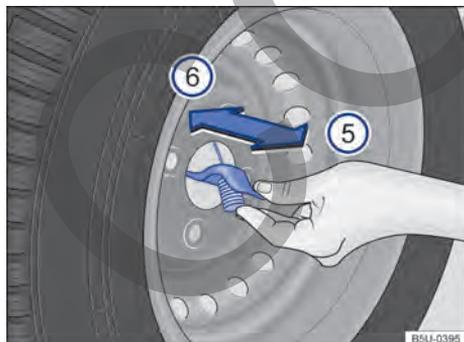

Fig. 217 En la rueda de emergencia: retirar el cable de la rueda de emergencia.
- Colocar la rueda de emergencia en posición vertical → fig. 217.
- Retirar el gancho del orificio central de la rueda, en el sentido de la flecha ⑥.
- Introducir el gancho por el orificio central de la rueda, en el sentido de la flecha → fig. 217 ⑤.